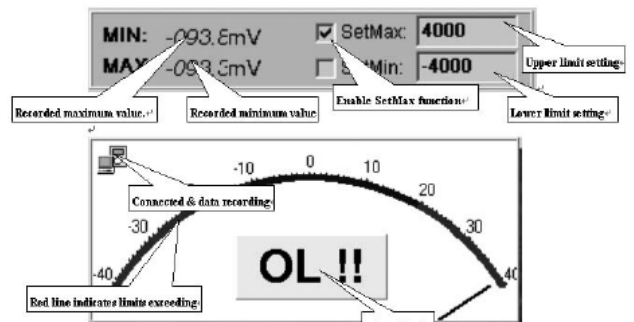

Рис. 3
E. Минимальные и максимальные значения (рис. 3)